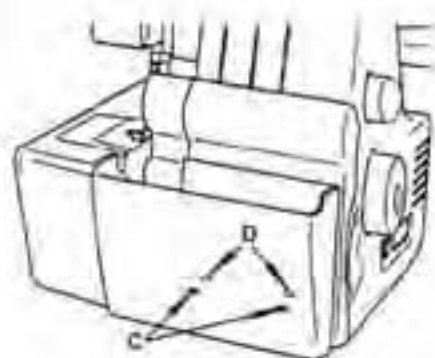

Fig. 7
- Introduisez ensuite les deux dispositifs d'arrêt (C) dans les trous prévus à cet effet (D) (Fig. 7).